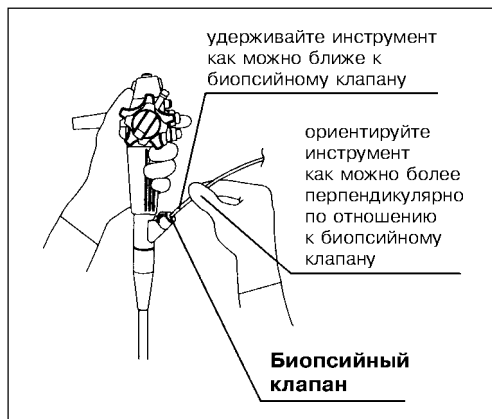

Рис. 3.22.
- 3.** Осторожно введите инструмент через биопсийный клапан в инструментальный канал эндоскопа (см. рис. 3.22).